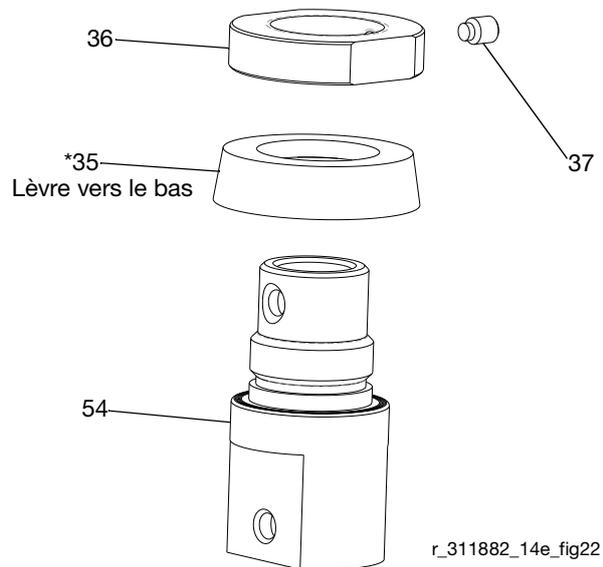

FIG. 22
11. Desserrez la vis de réglage (37) du collier (36). Retirez le collier du corps du piston (54). Retirez la coupelle en U (35*). Inspectez toutes les pièces à la recherche de dommages. Voir FIG. 22.